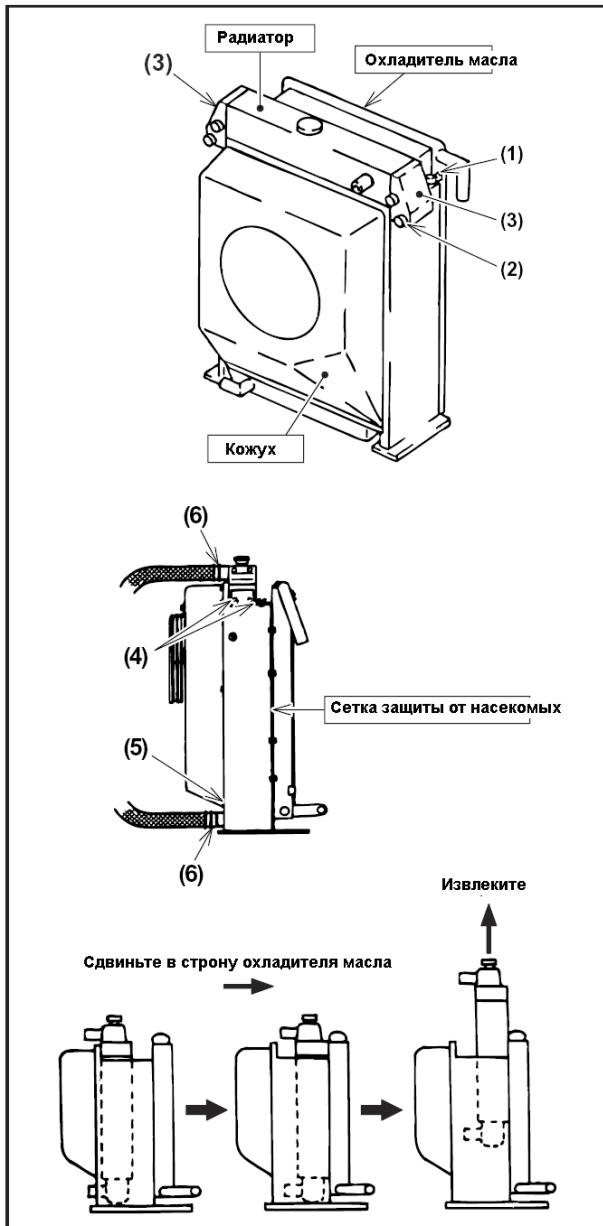

Рисунок 4.97
**Б. Удаление и установка радиатора двигателя (рисунок 4.97)**